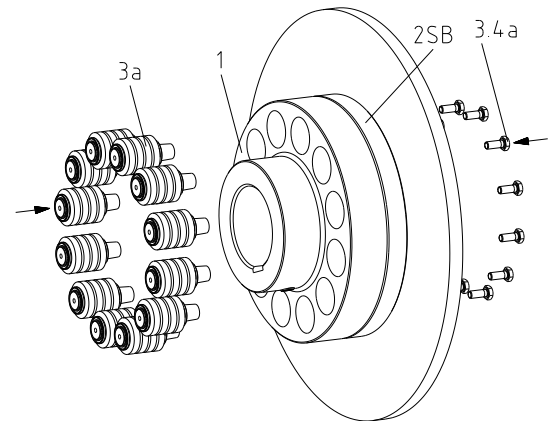

Bild 13
- Setzen Sie die Bolzen (Bauteil 3a) in die Nabe Teil 1 (Bauteil 1) ein (siehe Bild 13).
- Verschrauben Sie die Bolzen mit den Sechskantschrauben (Bauteil 3.4a) und ziehen diese mit einem Drehmomentschlüssel gleichmäßig auf die in Tabelle 3 angegebenen Anziehdrehmomente an (siehe Bild 13).